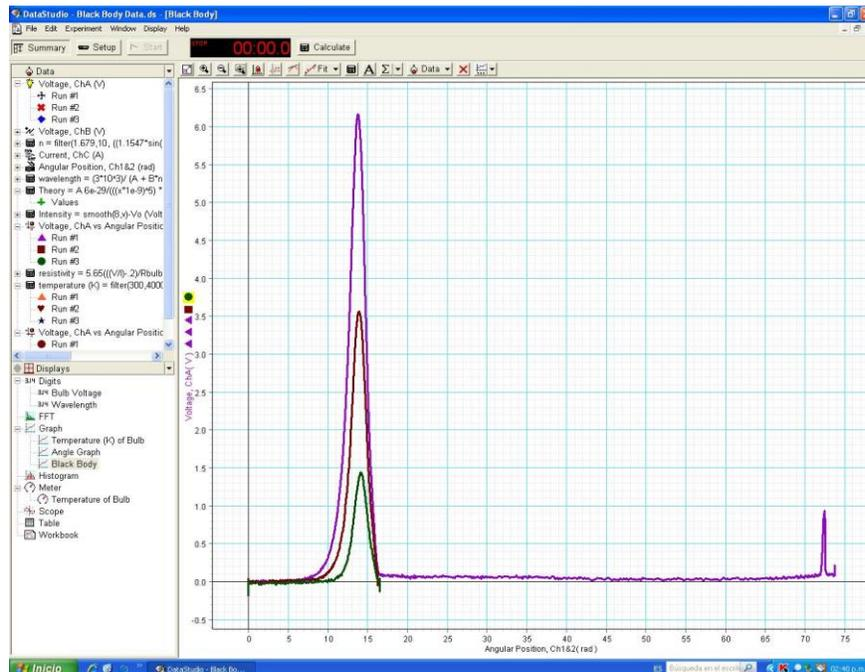

Figura 6
- Con ayuda del profesor y del Software instalado en su computadora personal genere en la ventana correspondiente el gráfico Intensidad Luminosa contra Posición Angular (ver Figura 6), donde deberá identificar el ángulo inicial así como el ángulo en donde la luz blanca incide sobre el vértice del prisma